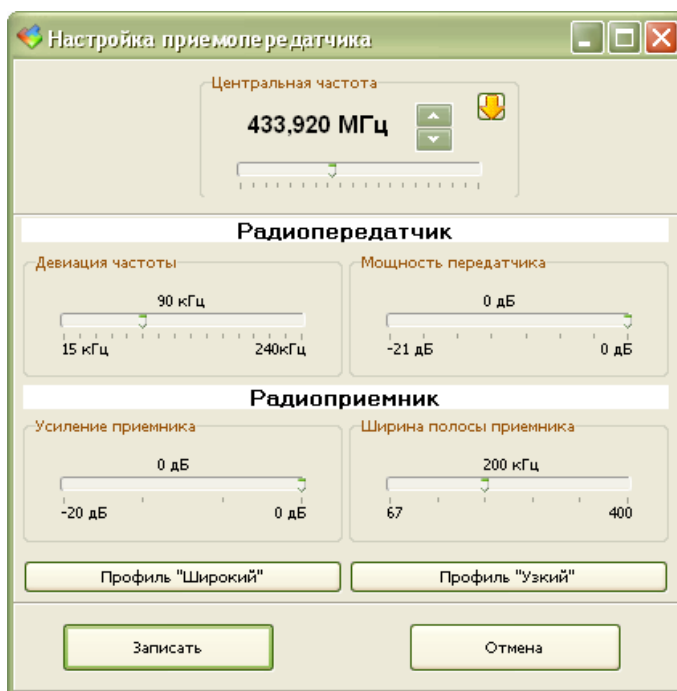

Рисунок 30 - Настройка приемопередатчика ретранслятора
4) На вкладке «Ретранслятор» нажать кнопку «Изменить параметры». В открывшемся окне параметров приемопередатчика ретранслятора установить следующие параметры (рисунок 30):